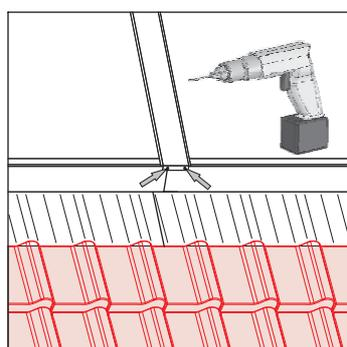

Fig. 3-51 Fase di lavoro 9
9. Avvitare il listello di inserimento con la copertura di protezione visiva superiore e inferiore tramite 2 viti autofilettanti (incluse nella fornitura) (fig. 3-51).